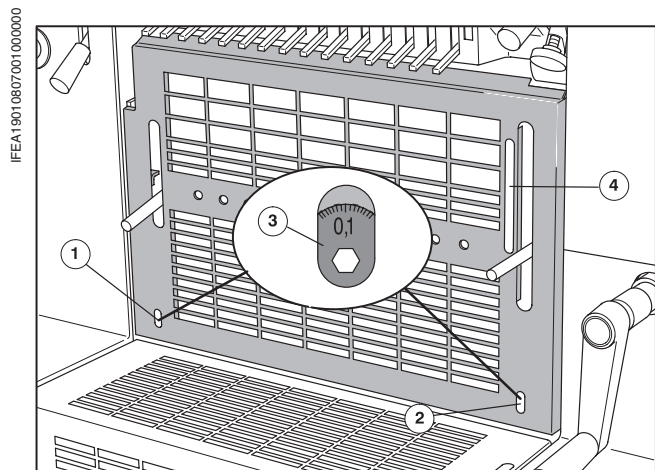

Рис. 42 Регулировка натиска
- ❶ Предварительно установить толщину бумаги (например, 0,1 мм) с помощью винта регулировки натиска на стороне привода (Рис. 42/❶) и на стороне обслуживания (Рис. 42/❷).
- ❷ Гаечный ключ вставить в соответствующее удлиненное отверстие защитного ограждения (Рис. 42/❹) и произвести дополнительную настройку прижима по шкале (здесь 0,1 мм, Рис. 42/❸).